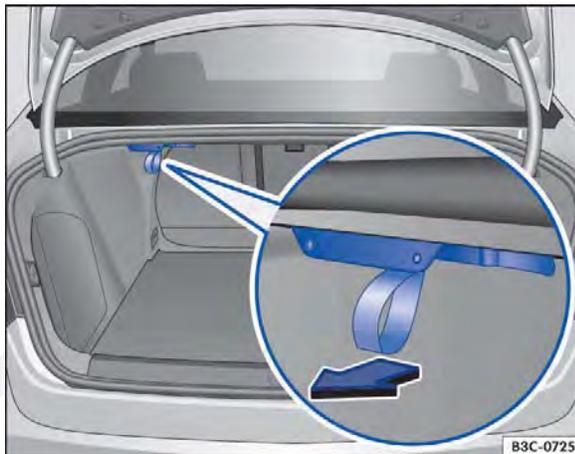

Fig. 104 No compartimento de bagagem: ganchos para sacolas (variante 2).
- Puxar o gancho para sacolas segurando-o pela alça no sentido da seta ⇒ Fig. 104.